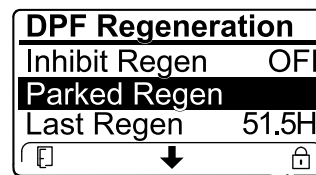

Figura 48
- Si la computadora del motor solicita una regeneración de recuperación, o si está procesando una regeneración de recuperación y usted se desplaza hasta la opción REGENERACIÓN ESTACIONARIA, la regeneración estacionaria se bloquea y el icono de bloqueo (Figura 48) aparece en la esquina inferior derecha del InfoCenter.